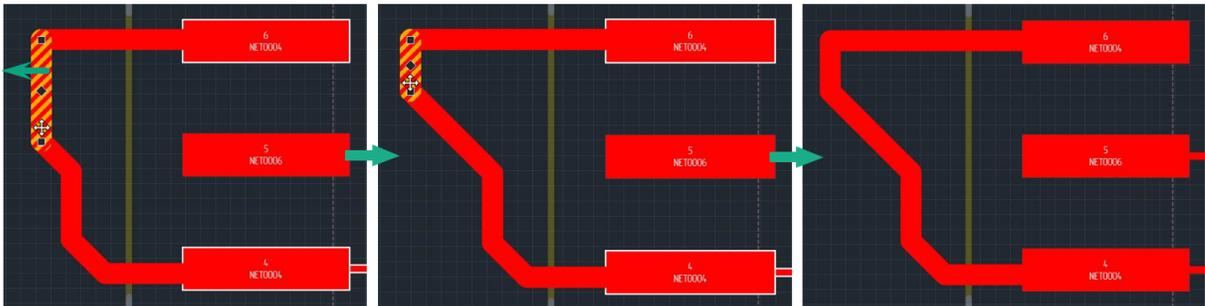

Рис. 257 Перемещение сегмента трека
- Нажмите левую кнопку мыши и, удерживая ее, переместите сегмент. Перемещение сегмента определяется перемещением курсора, см. Рис. 257.